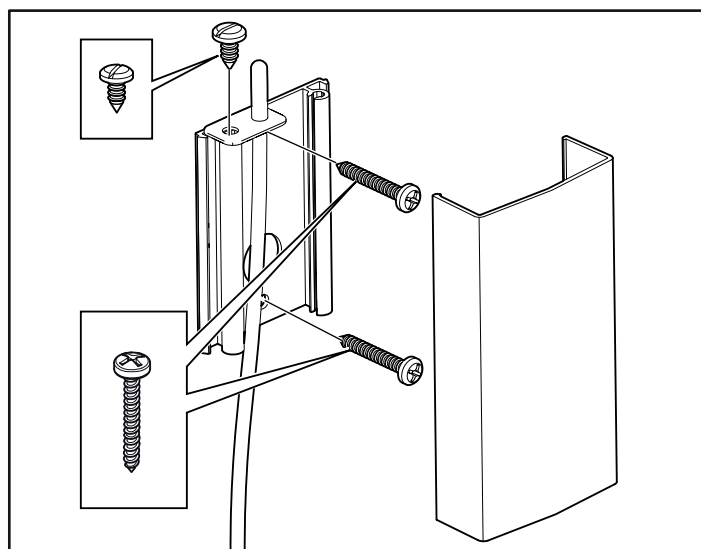
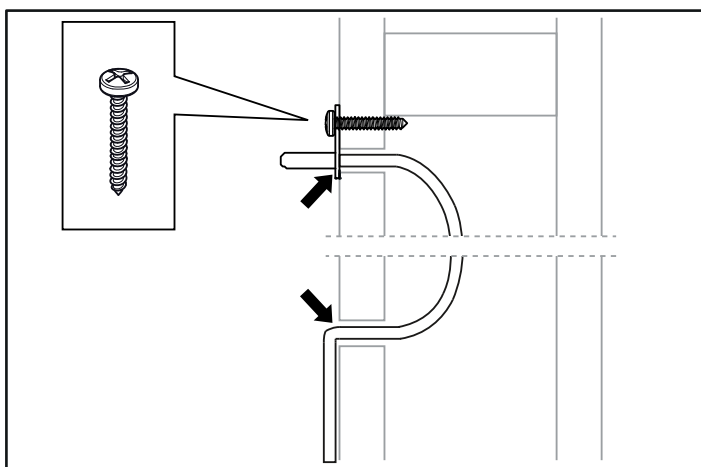

Fig. 16 : Montage du capteur
Fig. 17 : Boucher les orifices, le cas échéant
13. Installer le capteur sur la cloison, voir la figure 16. Le câble du thermistor peut également passer à travers la cloison. Boucher, le cas échéant, les orifices dans la cloison derrière le capteur, voir la figure 17. Il est possible de prolonger le câble du thermistor en utilisant un câble (2 conducteurs) basse tension, à l'extérieur du sauna.